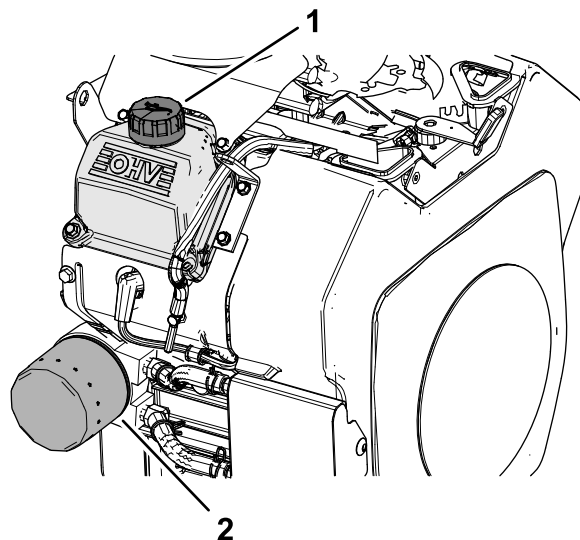

図 33
2. オイルフィルタを外し、フィルタのアダプタガasketの表面をきれいに拭く 図 33。